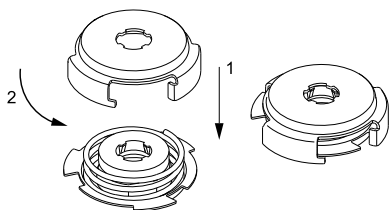

Рис. 13 Монтаж пружины и оправки
7. Установить пружину (поз. 108) и оправку (поз. 112). См. рис. 13.